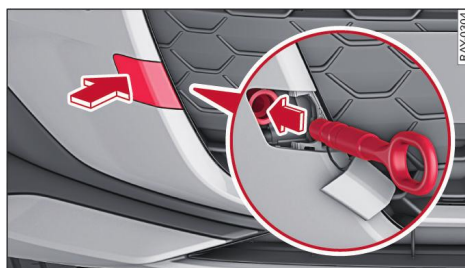

Fig. 205 Parachoques delantero: Enrosca la argolla de remolque
- Oprima la tapa ejerciendo una presión fuerte y breve hacia adentro ⇒ *fig. 205*. La tapa se suelta del parachoques.